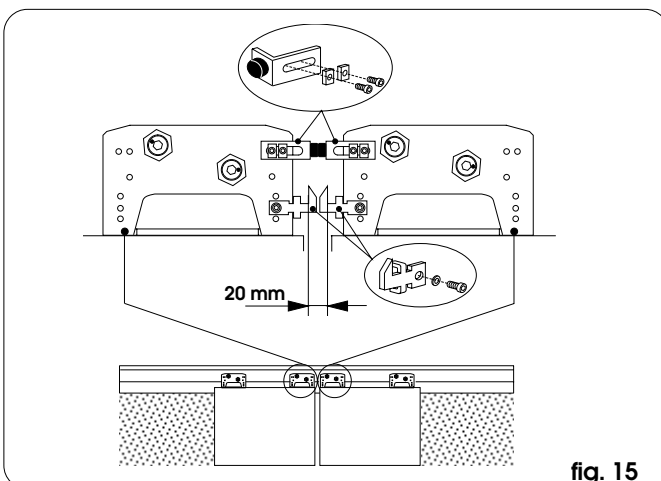

fig. 15
- monte los topes mecánicos de cierre en los carros internos, tal y como se muestra en la fig. 15;
- si se utiliza el cerrojo, fije los ganchos en los carros internos como se indica en la fig. 15 en el orificio central de los 3 previstos.
- En las puertas de hoja doble: regule los topes montados en los carros internos dejando algunos milímetros de espacio entre las hojas cerradas; si se utiliza el cerrojo, compruebe, con las hojas cerradas, que los ganchos montados en los carros internos respeten la medida indicada en la fig. 15 (si la medida obtenida fuera mayor, acerque los dos carros internos).